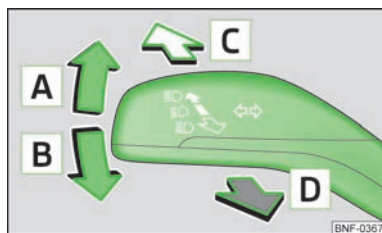

Fig. 24
- Pour allumer les feux de route, poussez la manette à cet effet vers l'avant » fig. 24.
- Poussez la manette vers le bas **A** » fig. 24 ou vers le haut **B**.
- Poussez la manette vers l'avant dans le sens de la flèche **C** » fig. 24.
- Tirez la manette en direction du volant dans le sens de la flèche **D** » fig. 24 en direction du volant (position auto-rabattue) – les feux de route et le voyant sur le combiné d'instruments s'allument.